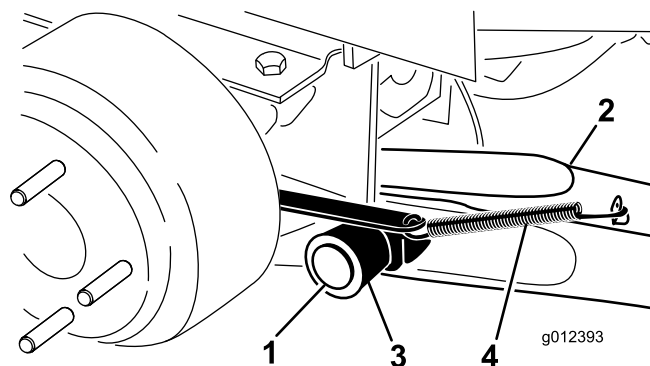

Figura 3
4. Monte um braço de elevação no apoio da articulação com um pino de articulação e um contrapino (Figura 3). Monte o braço de elevação com a dobra posicionada para fora.
5. Coloque a mola de retorno do travão na patilha no braço de elevação (Figura 3).